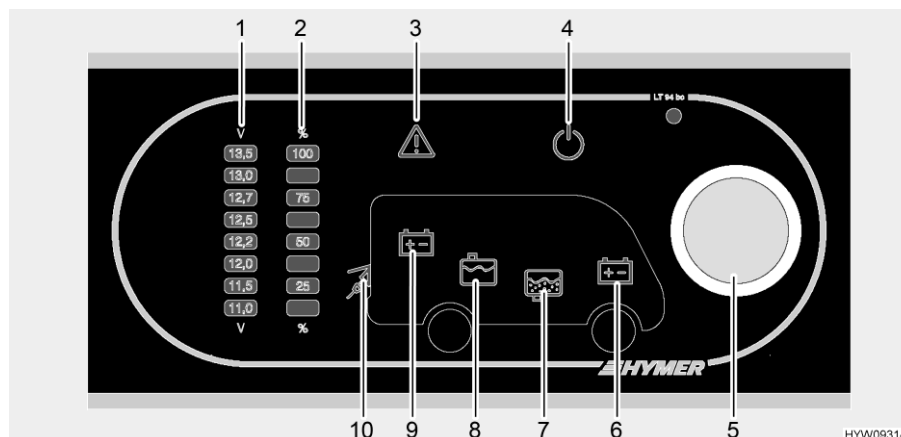

Fig. 96 Pannello di controllo (LT 94)
Il pulsante a rotazione (Fig. 96,5) inserisce o disinserisce il pannello di controllo e l'alimentazione a 12 V dell'abitacolo.
- Premere il pulsante a rotazione (Fig. 96,5): L'alimentazione a 12 V dell'abitacolo è inserita. La spia di controllo a 12 V (Fig. 96,4) diventa verde.
- Premere il pulsante a rotazione (Fig. 96,5): L'alimentazione a 12 V dell'abitacolo è disinserita. La spia di controllo a 12 V (Fig. 96,4) si spegne.
Mediante il pulsante a rotazione (Fig. 96,5) si possono interrogare sia la tensione della batteria dell'abitacolo che la tensione della batteria di avviamento. La tensione viene visualizzata sulla scala indicatore per la tensione della batteria (Fig. 96,1).
- Ruotare il pulsante a rotazione (Fig. 96,5), finché si accende il simbolo della batteria della quale deve essere interrogata la tensione.
Viene indicata la tensione della batteria dell'abitacolo (Fig. 96,9)
Viene indicata la tensione della batteria di avviamento (Fig. 96,6)
- Leggere la tensione sulla scala indicatore della tensione della batteria (Fig. 96,1).
Mediante il pulsante a rotazione (Fig. 96,5) si possono interrogare sia il livello del serbatoio dell'acqua che il livello del serbatoio delle acque grigie. Il livello viene visualizzato sulla scala indicatore livello dei serbatoi (Fig. 96,2).
- Ruotare il pulsante a rotazione (Fig. 96,5), finché si accende il simbolo del serbatoio del quale deve essere interrogato il livello.
Viene indicato il livello del serbatoio dell'acqua (Fig. 96,8)
Viene indicato il livello del serbatoio delle acque grigie (Fig. 96,7)
- Leggere il livello sulla scala indicatore del livello serbatoio (Fig. 96,2).
La spia luminosa Alarm (Fig. 96,3) lampeggia non appena i valori limite fissati vengono superati per eccesso o per difetto.
La spia luminosa Alarm (Fig. 96,3) lampeggia non appena la tensione della batteria scende al di sotto di 11 V. Se l'alimentazione a 12 V è accesa, si accende anche il relativo simbolo della batteria (Fig. 96,6 o 9), e l'indicatore "11,0" sulla scala indicatore della tensione della batteria (Fig. 96,1) lampeggia. Rischio di uno scaricamento totale della batteria.
La spia luminosa Alarm (Fig. 96,3) lampeggia ed il relativo simbolo del serbatoio (Fig. 96,7 o 8) si accende non appena il serbatoio dell'acqua è vuoto o il serbatoio delle acque grigie è pieno.
La spia di controllo a 230 V (Fig. 96,10) si accende quando all'ingresso della centralina elettrica è presente una tensione di rete.